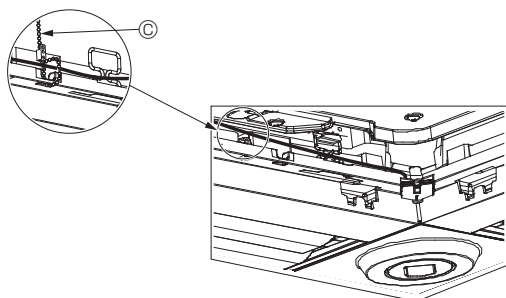

Fig. 5-13
- Fest i-See-sensoren og signalmottakerens ledninger til panelet med festene som vist på bildet, slik at det ikke finnes slakk i dem, og klipp deretter av den overflødige lengden på festet. (Fig. 5-13)
- Hvis posisjonen til i-See-sensor ble endret fra "○" (E) til "□"-stilling (F), endres bryterinnstillingene. (Se side 214.)